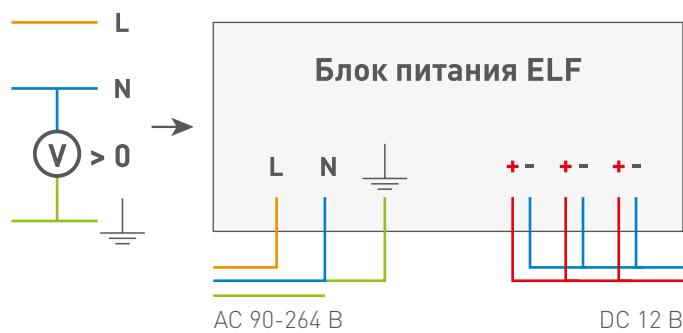

Рис. 3
- Для объектов [электроустановок], в которых применён принцип глухозаземлённой нейтрали [Рис. 3].